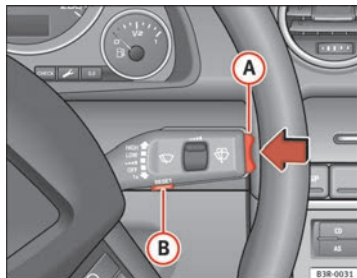

Fig. 63 Palanca del limpiaparabrisas: Tecla Reset y selector
Funciones de la tecla **[Reset]** (B) ⇒ fig. 63 y del selector (A).